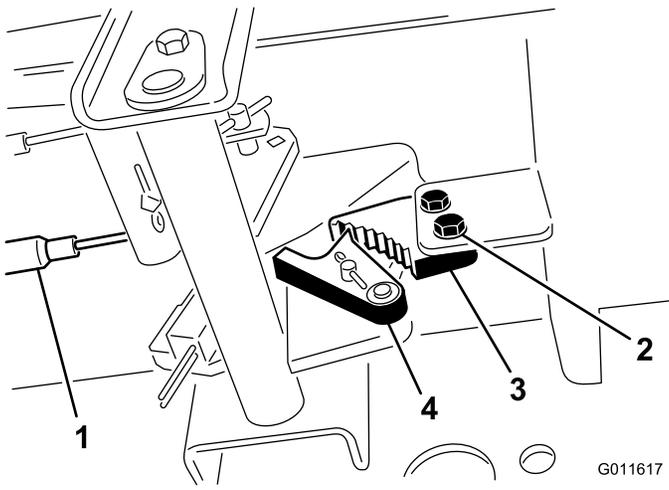

图71
1. 松开将驻车刹车闸固定到机架的 2 个螺钉（图71）。
2. 向前踩驻车刹车踏板，直到刹车卡槽完全接合刹车闸（图71）。